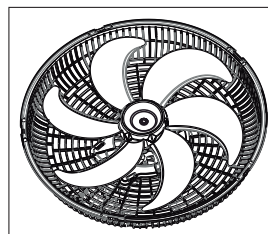

Figura 04
5. Encaixar a Hélice no eixo do motor. Alinhar a chaveta do Furo da Hélice com a chaveta do eixo do motor para um perfeito encaixe (Ver figura 04).